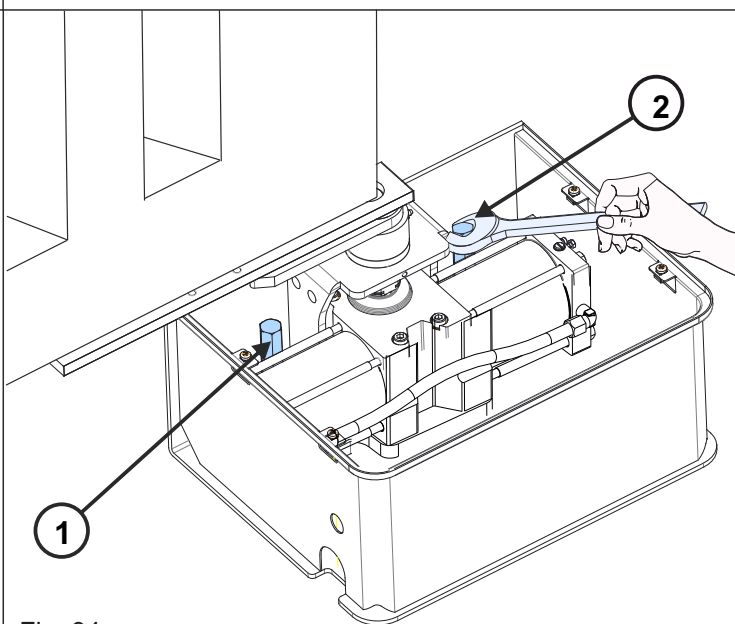

Fig. 34
8.4. Fixer l'opérateur en agissant sur les vis «1» et «2» comme indiqué sur la Fig. 34